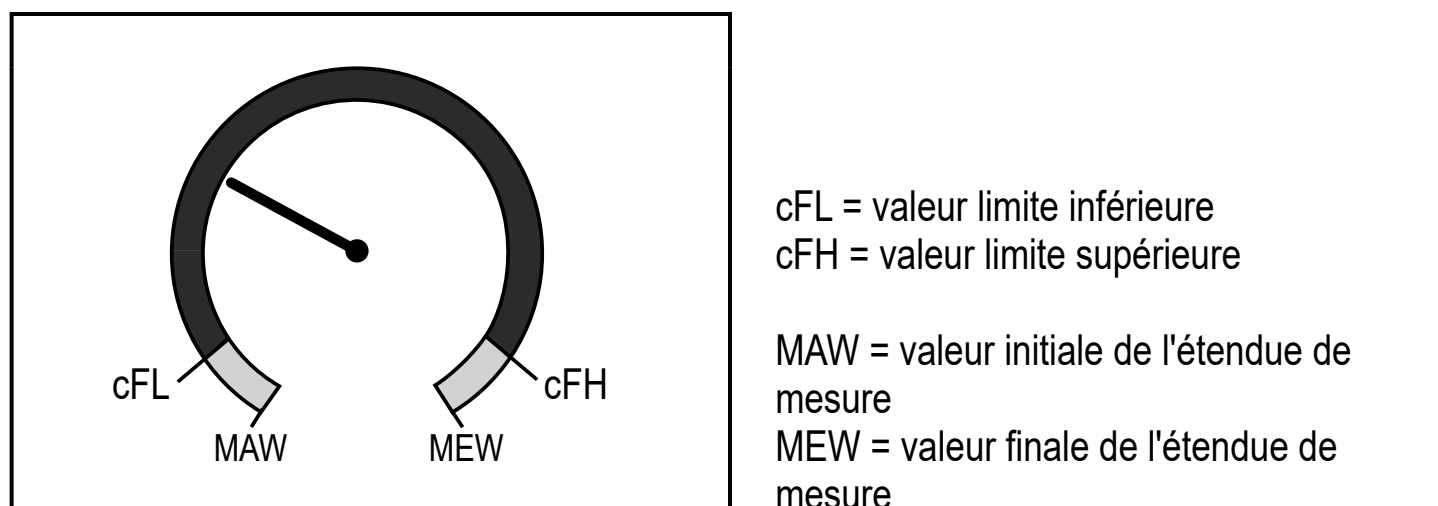

Fig. 2 : Réglage de couleur fonction fenêtre
- Changement de couleur de rouge à vert ou vice versa (fig. 2) :